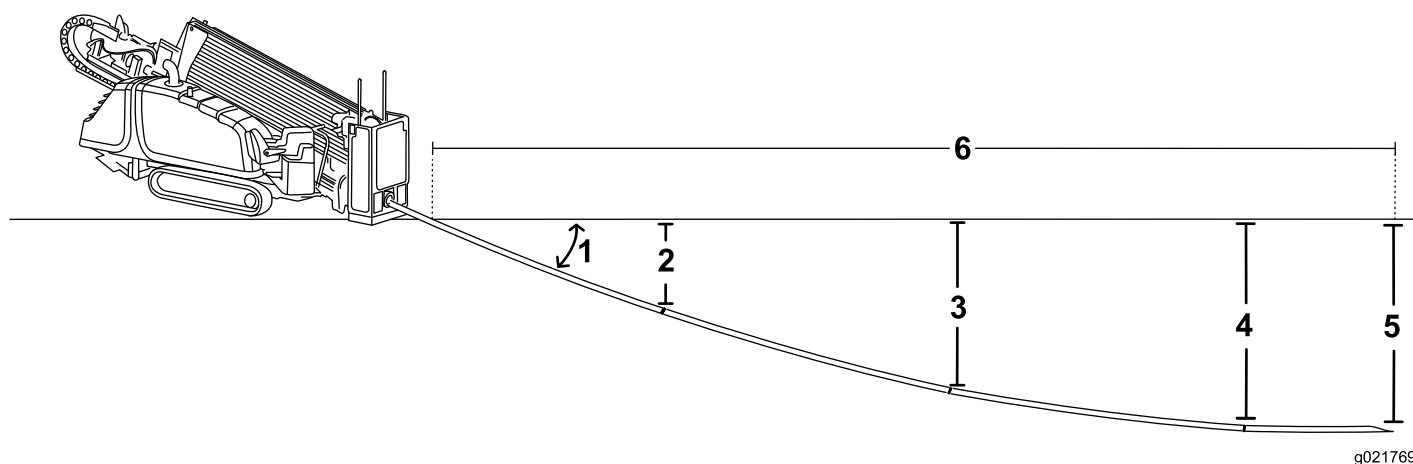

Figure 55
- Vous insérez les premiers 3 m (10 pi) d'outil/tige de forage dans le sol en ligne droite. La fin de l'outil de forage sera à 53 cm (21 po) de profondeur (Figure 55).